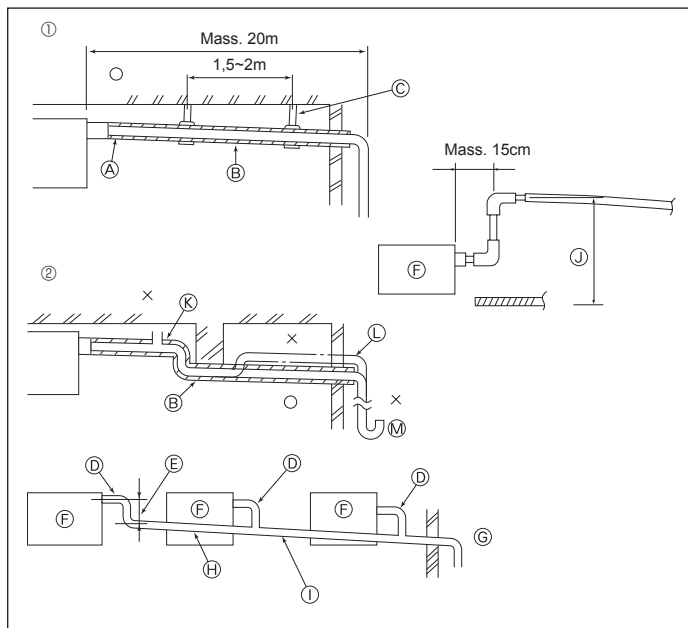

Fig. 3-4
3.4. Installazione della tubazione di drenaggio (Fig. 3-4)